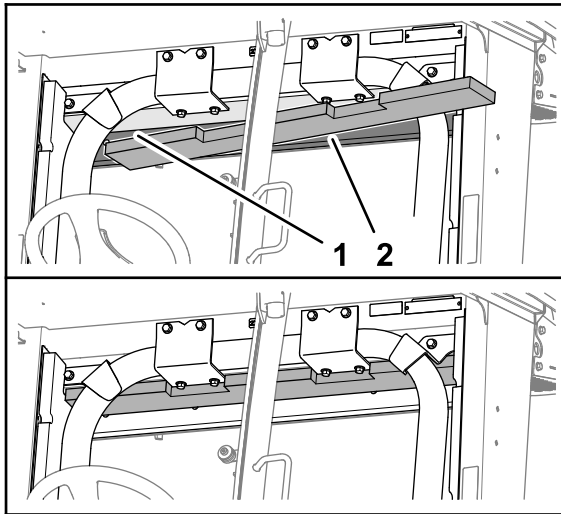

図 31
3. 天井用上側パッドの裏紙を剥がして、ROPSのマウントブラケットにパッドを貼り付ける 図 31。